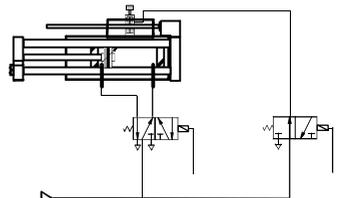

Bild 11
- Verwenden Sie eine gemeinsame Druckluftquelle für den Anschluss der Ventile (z. B. Anschluss nach Bild 11 mit CP...Ventilinsel).